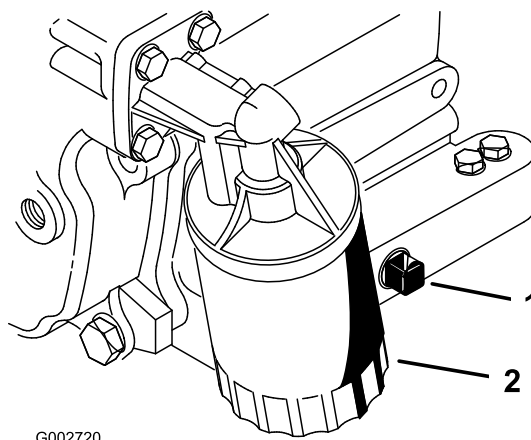

Bild 16
2. Entfernen Sie die Ablassschraube (Bild 16) und lassen das Öl in ein Auffanggefäß ab. Schrauben Sie die Ablassschraube wieder ein, nachdem das Öl abgelassen ist.
3. Entfernen Sie den Ölfilter (Bild 16). Ölen Sie die neue Dichtung am Ölfilter leicht mit frischem Öl ein.